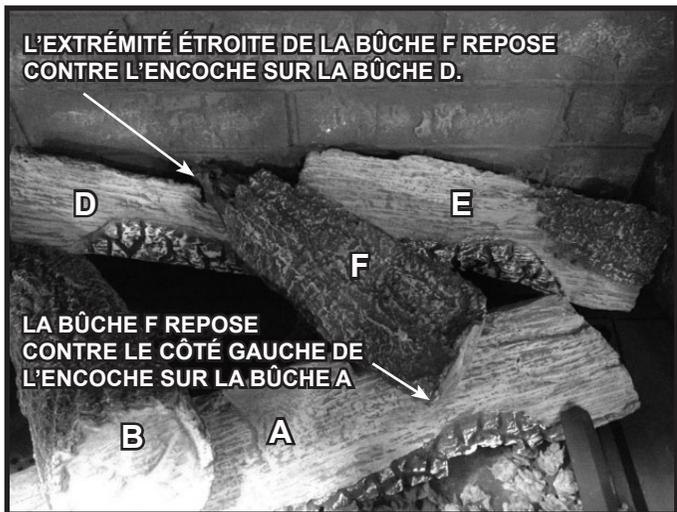

Figure 10. Bûche F installée
6. **(BÛCHE F)** : Placez l'extrémité étroite de la bûche F dans l'appareil, comme il est indiqué à la figure 10. L'extrémité étroite de la bûche entrera en contact avec le réfractaire de brique arrière ou à une distance d'environ 12,7 mm (1/2 po) du réfractaire de vitre noir en option et reposera sur l'encoche qui se trouve sur la bûche D. L'avant de la bûche F repose dans l'encoche sur la bûche A. La bûche F devrait toucher le bord gauche de l'encoche sur la bûche A.